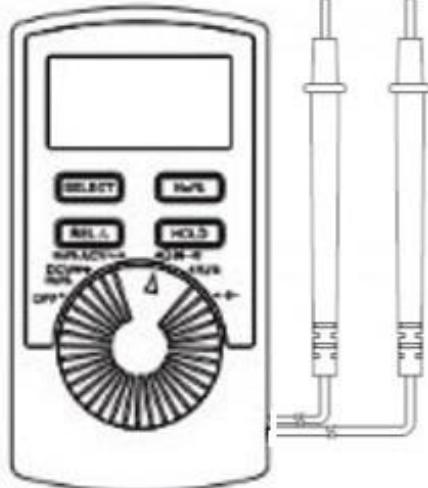

Рисунок 5
5.5. Проверка диодов и звонка электрических цепей (см. рисунок 5)